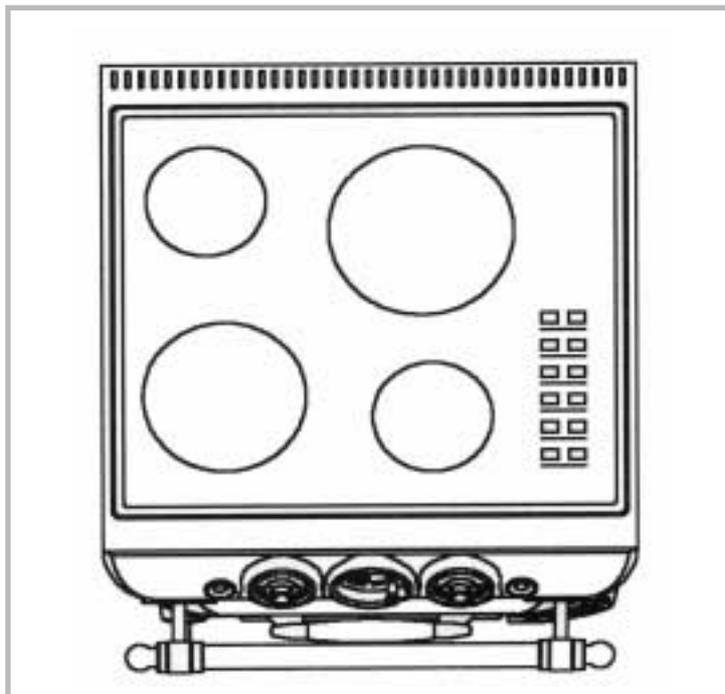

Figure 3 - Table de cuisson vitrocéramique
- Différentes forces de chauffe et minuterie digitale d'extinction (figure 3).